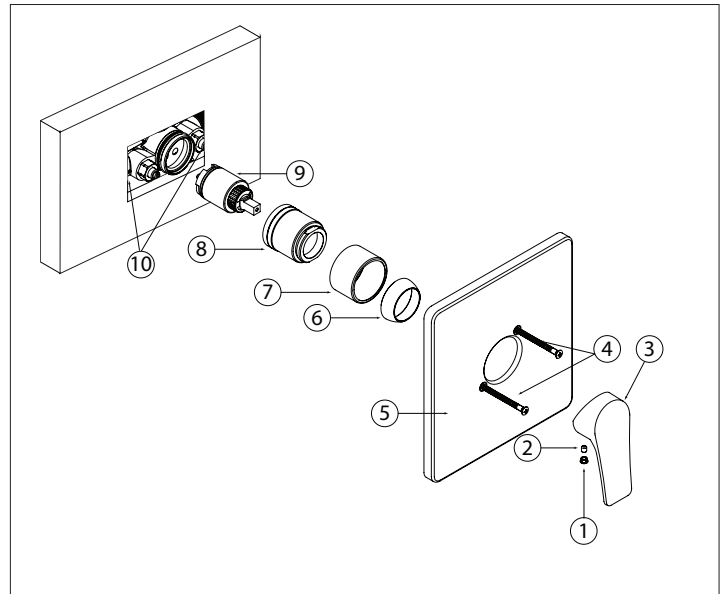

Fig. 11
Remove all the components from (1) to (7). (Fig. 11). Then, shut off the 2 check valves (10) by turning them clockwise with a screwdriver. Unscrew the cartridge holder (8) and remove the cartridge (9).
Démonter tous les composants de (1) à (7). (Fig. 11). Ensuite, fermer les deux valves d'arrêt (10) en les tournant dans le sens horaire à l'aide d'un tournevis. Dévisser le manchon de cartouche (8) et enlever la cartouche (9).